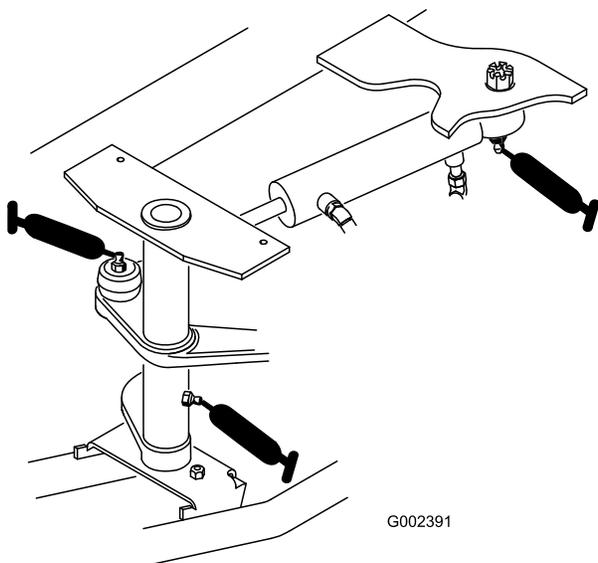
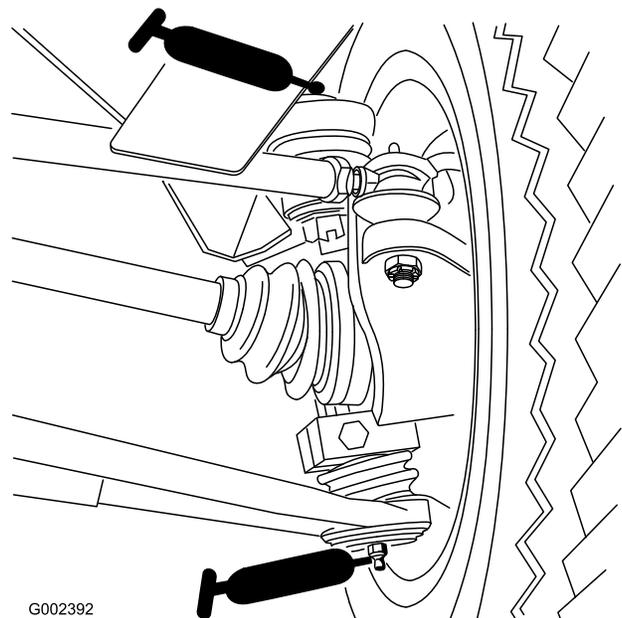
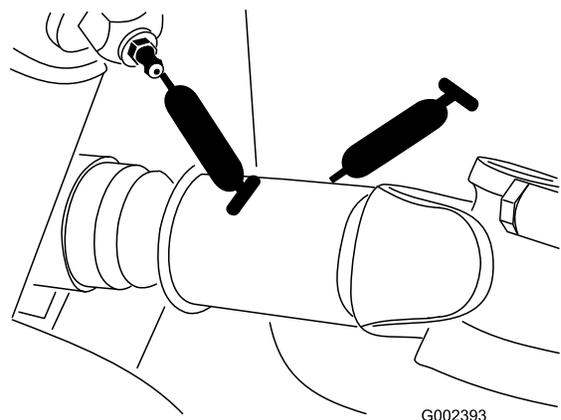

Bild 41
Bild 42
Bild 43
Die Schmiernippel und deren Anzahl sind: Steering pitman arm (1) and Steering ball joint ends (2) (Bild 41), Tie rod ends (4) (Bild 42), Front ball joints (4) (Bild 42), Rear drive shafts (18) (Bild 43), Pedal pivots (3) (Bild 44); Front pivot bushings (2) (Bild 45) and Accelerator arm (1) (Bild 46).